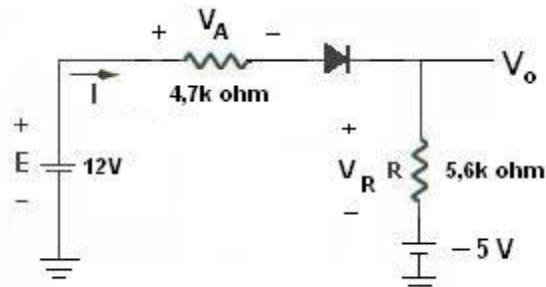

Figura 3.11 – Circuito proposto 3.
3. Analise o circuito da Figura 3.11 e determine I , V_A , V_R e V_o .